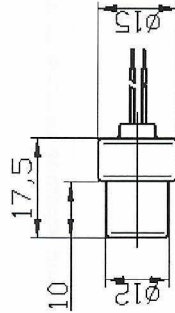

Рис.1. Габаритные размеры УП-3М
3.1 УП-3М (рис.1) состоит из металлического корпуса (гильзы). Внутри корпуса установлен узел электровоспламенительный и засыпана пороховая мякоть.